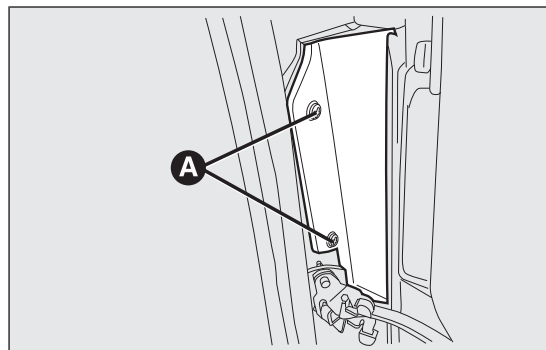
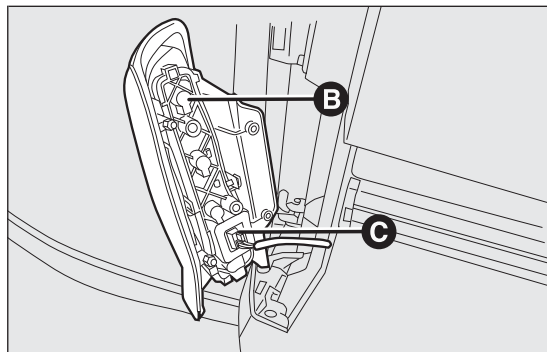

fig. 140
fig. 141
- ☐ aflojar los tornillos A fig. 140 para acceder al grupo óptico B fig. 141;
- ☐ extraer el conector C fig. 141.